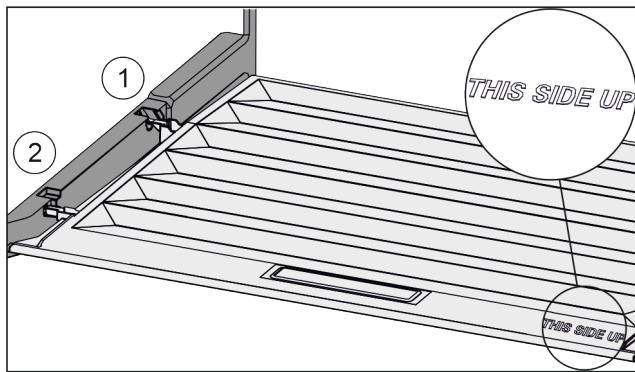

Fig. 52
- ▶ Dekselranden via de opening van de achterste houder Fig. 52 (1) aanbrengen en van voren in de houder Fig. 52 (2) klikken.